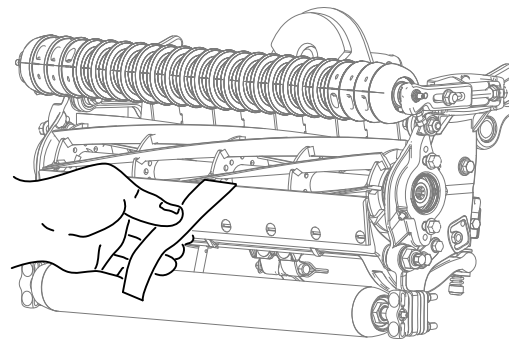

**Bild 10**
12. Testen Sie die Schnittleistung, indem Sie einen langen Streifen des Toro Schnittleistungspapiers senkrecht zum Untermesser zwischen die Spindel und das Untermesser legen (**Bild 10**).